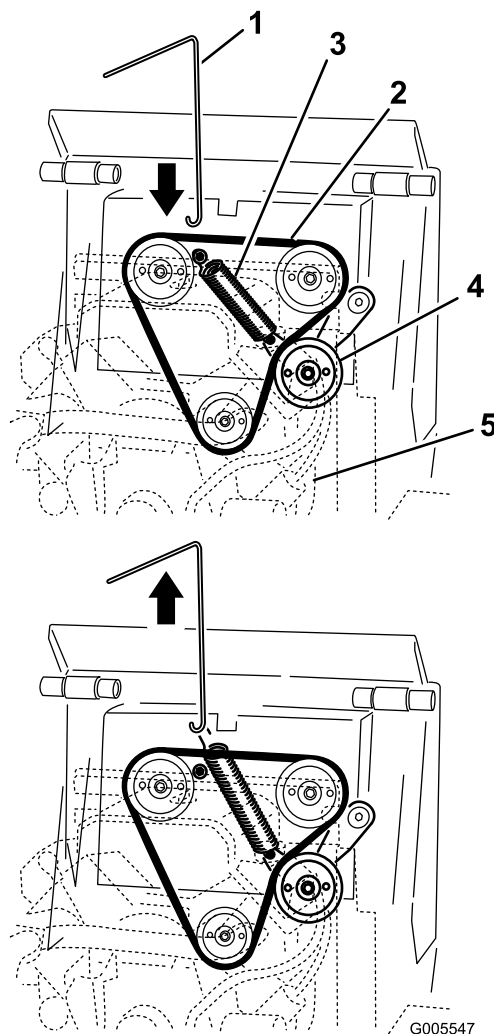

Figura 50
3. Collegate il gancio sullo strumento di rimozione molle al gancio sulla molla della puleggia tendicinghia e scollegate la molla dal perno, come illustrato nella Figura 50.